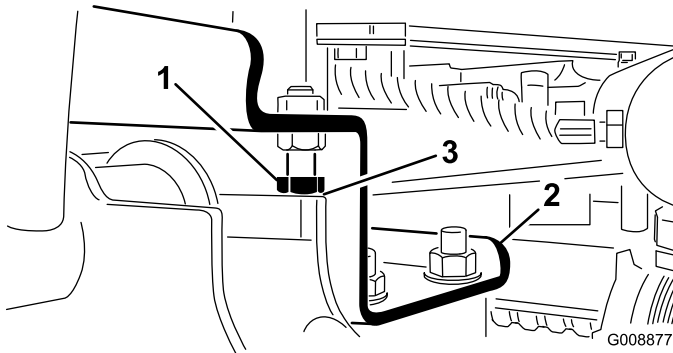

Figura 12
A. Afloje los pernos de tope (Figura 12).
2. Compruebe que la holgura entre cada brazo de elevación y el perno de tope es de 0,13–1,02 mm (Figura 12). Si la holgura no está en este intervalo, ajuste los pernos de tope para obtener la holgura necesaria.